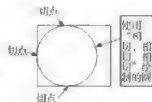

图 3-23
**提示:**在绘制圆的时候,还有一种“相切、相切、相切(A)”的方法,通过命令行提示是无法选择的,必须通过菜单命令来选择。在菜单栏中选择 **绘图(D) > 圆(C) > 相切、相切、相切(A)** 命令,在命令行中根据提示确定绘制圆的三个切点即可绘制一个圆,如图 3-23 所示。